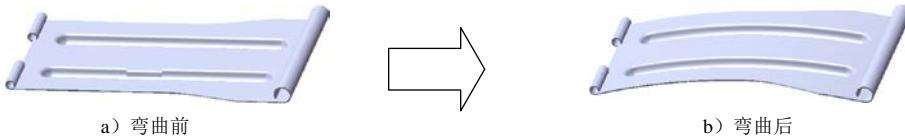

图 14.3.25 弯曲 1
Step10. 创建图 14.3.25 所示的零件基础特征——弯曲 1。
- (1) 选择命令。选择下拉菜单 **插入(I)** → **特征(F)** → **弯曲(B)...** 命令。
- (2) 选取弯曲实体及类型。选取整个模型作为弯曲实体，在 **弯曲输入(E)** 区域中选中 **折弯(B)** 单选项。
- (3) 定义弯曲参数，在 **弯曲输入(E)** 区域中选中 **粗硬边线(H)** 复选框，在 **文本框** 中输入角度值 25。